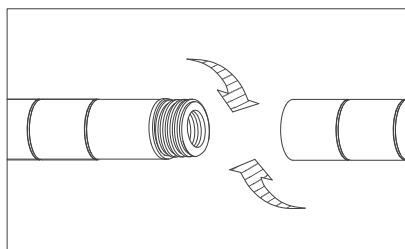

Figure 1
i. La partie supérieure du montant comprend un capuchon de plastique à l'un de ses extrémités tandis que la partie inférieure comporte une patte réglable. Les raccords de montants jointés ont été pré-installés pour faciliter l'assemblage. Vissez fermement les montants (un long et un court) ensemble. (Voir la Figure 1)